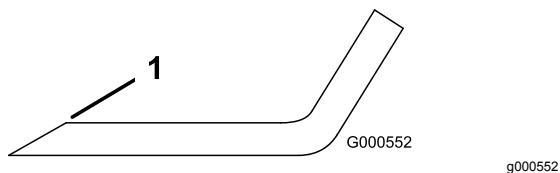

Figura 78
1. Utilice una lima para afilar el filo de corte en ambos extremos de la cuchilla (Figura 78).
**Nota:** Si la cuchilla no está equilibrada, rebaje algo el metal en la parte de la vela solamente (Figura 78).